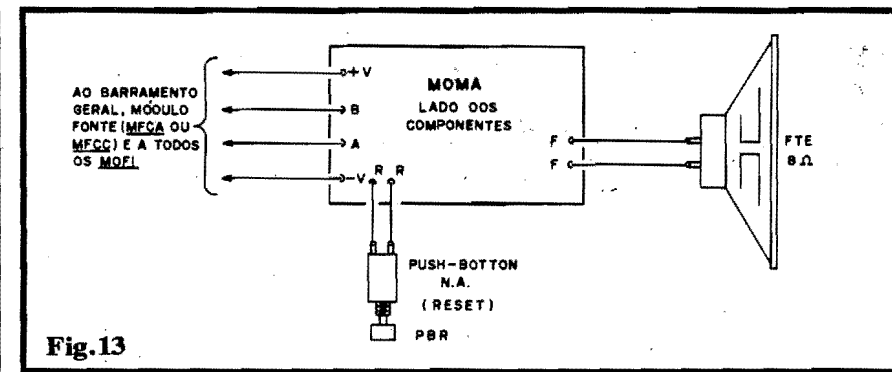

Fig.13
- **FIG. 13 - CONEXÕES EXTERNAS DO MOMA** - Tanto o alto-falante mini, quanto o **push-button** (RESET) apresentam terminais **não polarizados**, portanto podendo ser ligados sem preocupação de "qual vai onde".